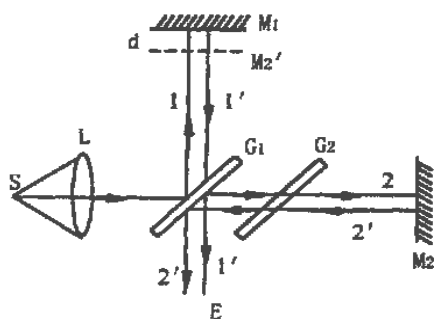

图 1 迈克尔逊干涉仪光路图
1.1 调节迈克尔逊干涉仪的底角螺丝使其水平; 调节钠光灯、透镜及迈克尔逊干涉仪的位置, 使钠光灯 S 、透镜 L 、分光板 G_1 、补偿板 G_2 和定镜 M_2 大致在一条直线上, 即同轴等高(见图 1)。